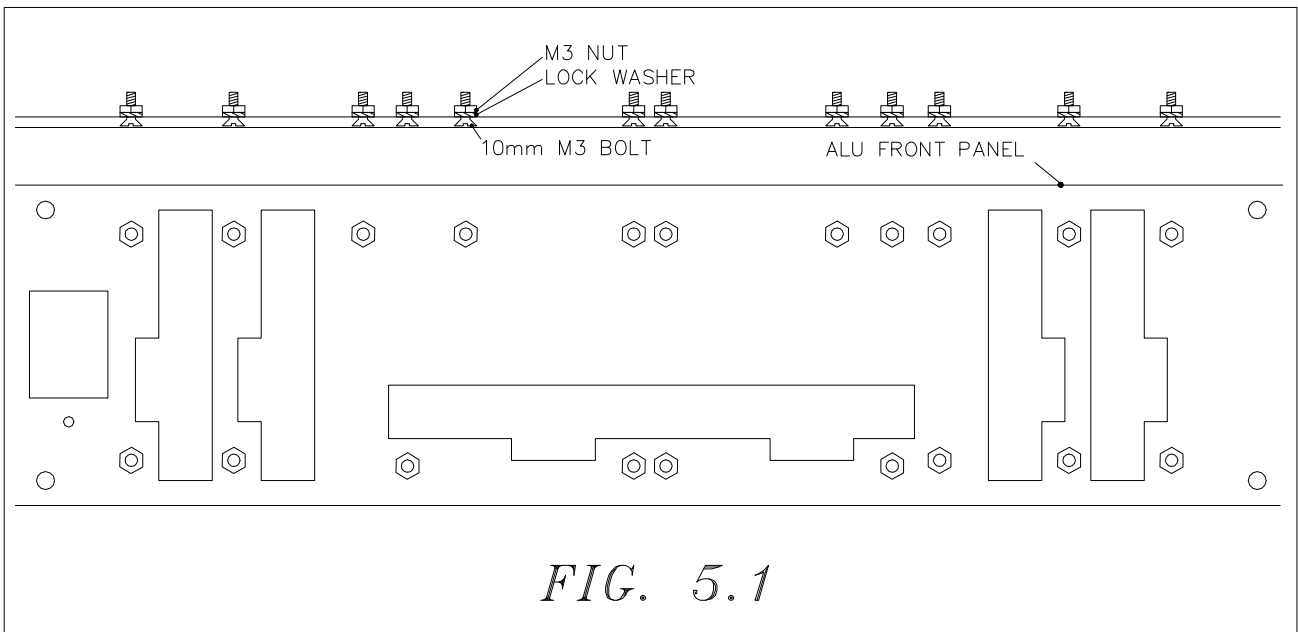

FIG. 5.1
- Montieren Sie in den 20 kleinen, schrägen Löchern einen 10mm m3 Bolzen zusammen mit einer Sicherungsscheibe und einer Mutter. (siehe Abb. 5.1)